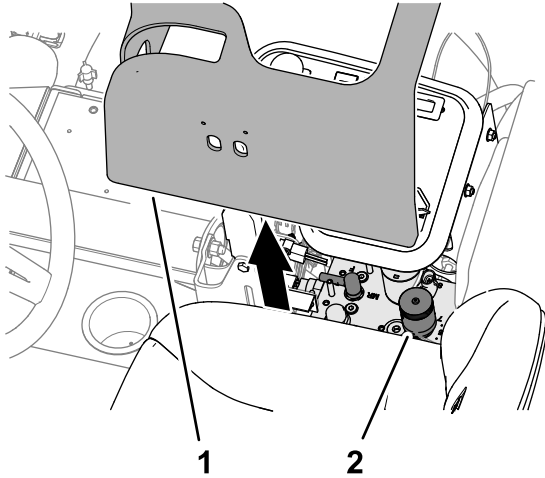

Figura 48
2. Sollevate la protezione dal braccio di comando (Figura 48).